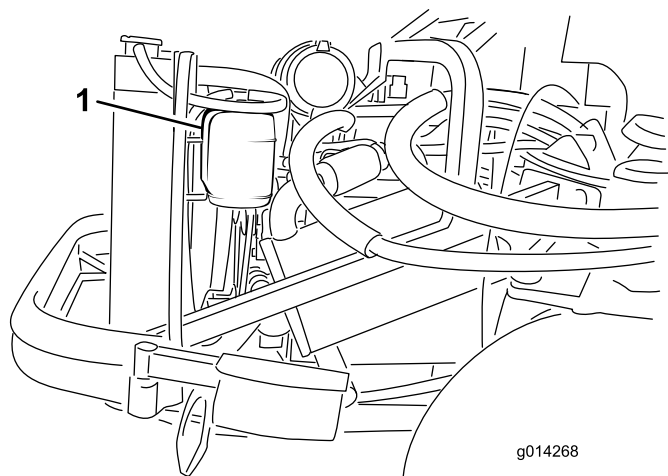

Рисунок 53
1. Проверьте уровень охлаждающей жидкости в расширительном бачке (Рисунок 53). Уровень охлаждающей жидкости должен находиться между отметками, имеющимися на стенке бачка.